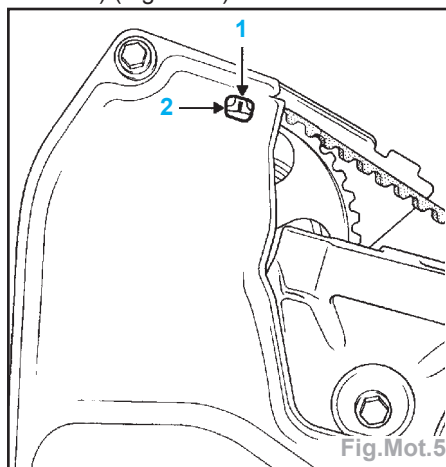

Fig.Mot.5
- Tourner le vilebrequin dans le sens horaire, dès que le repère (1) de la poulie d'arbre à cames apparaît dans la fenêtre (2) du carter de distribution, appuyer sur la Pige de PMH (outil Mot. 1054) jusqu'au pigeage du vilebrequin (le repère de la poulie d'arbre à cames doit se situer à peu près au centre de la fenêtre) (Fig.Mot.5).